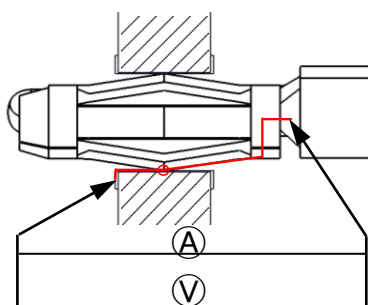

図 2./Fig.2 接続回路及び測定位置 / Connection circuit and measurement position
- .... 開放時  $20 \pm 5\text{mV}$ 、短絡時  $10 \pm 0.5\text{mA}$  で通電し、基板スルーホールめっきと ISFIT 端子間の電気抵抗を測定する。(図 2 参照)
Measure the resistance between the through hole and ISFIT terminal. (See Fig.2.)